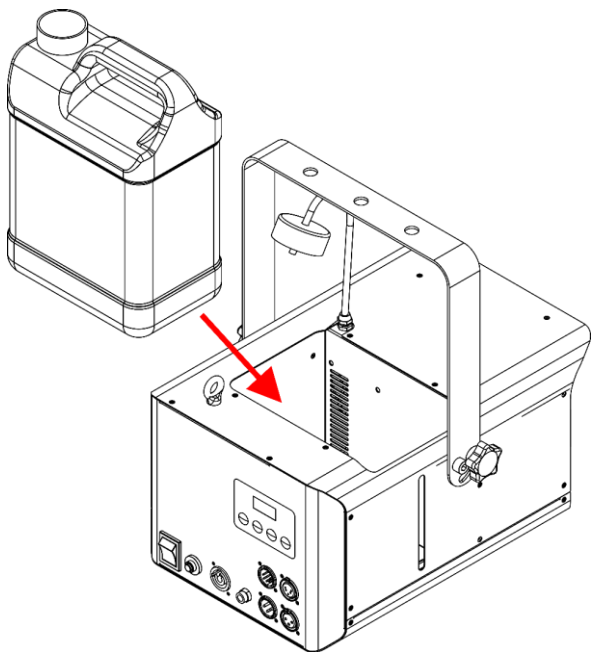

Fig. 18
- 07) Vuelva a colocar el depósito de líquido en el dispositivo, como se muestra en la Fig. 18.